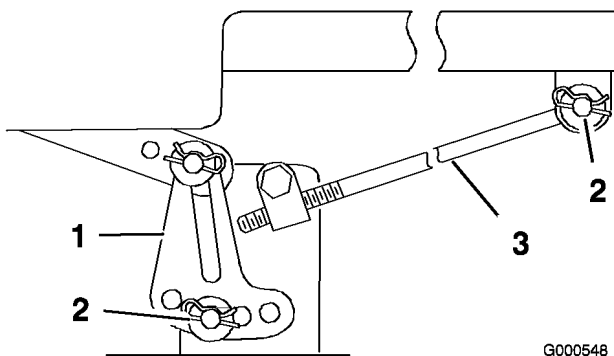

Bild 48
Hinweis: Merken Sie sich vor dem Entfernen des Mähwerks, welche Löcher in den Nivellierhalterungen verwendet werden (Bild 48).
5. Entfernen Sie den Splint und die Scheibe von der Einstellstange (Bild 48) an jeder Seite des Mähwerks.
6. Entfernen Sie den Splint und die Scheibe von den Mähwerk-Nivellierhalterungen (Bild 48). Merken Sie sich das Loch, in dem die Nivellierhalterung befestigt ist, für den Wiederausbau. Schieben Sie die Bügel vom Montagestift herunter.
- Befestigen Sie die Einstellstange an jeder Seite des Mähwerks mit der Scheibe und dem Splint an der Maschine (Bild 48).
- Schieben Sie die Nivellierhalterungen auf die Befestigungsstifte und befestigen Sie die Halterungen mit den Scheiben und Splints ab (Bild 48).